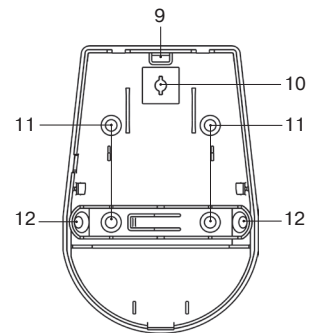

Рисунок 2 – Конструкция «Пирон-4 RED»
Основание корпуса с печатной платой представлены на рис. 2б).
В основании корпуса имеются выламываемое отверстие (9) для ввода проводов, а также крепежные отверстия (рис. 2 в):
- (10) для крепления основания к кронштейну;
- (11) для монтажа на стене;
- (12) для монтажа в углу.
- Снимите крышку извещателя, отжав отверткой фиксатор крышки через отверстие, расположенное в нижней части основания извещателя (рис. 2а).
- Просверлите в основании извещателя отверстия, которые будут использоваться для прокладки проводов и крепления извещателя (рис. 2в).
В извещателе предусмотрена переключатель SENS HIGH (4) (рис. 2б). При снятой переключателе извещатель работает в режиме нормальной чувствительности (устойчив к перемещению домашних животных массой до 20 кг). При установленной переключателе извещатель работает в режиме высокой чувствительности (устойчив к перемещению домашних животных массой до 10 кг).